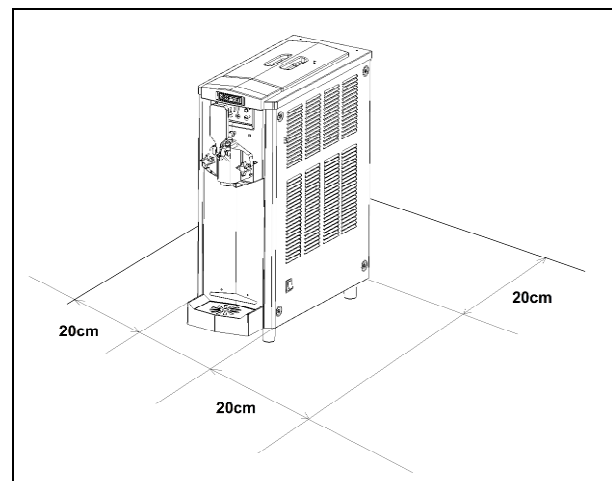

Fig. 2
b) Appoggiare l'apparecchio su una superficie patta facendo in modo che la carrozzeria dell'apparecchio sia ben areata, lasciare almeno 8 inch di spazio libero su tutti i lati in modo da permettere una buona areazione (fig.2). Installare l'apparecchio in un ambiente asciutto ed evitare di installarlo vicino a fonti di calore. **La temperatura ambiente di utilizzo macchina deve essere compresa tra i 75 e i 90°F.**